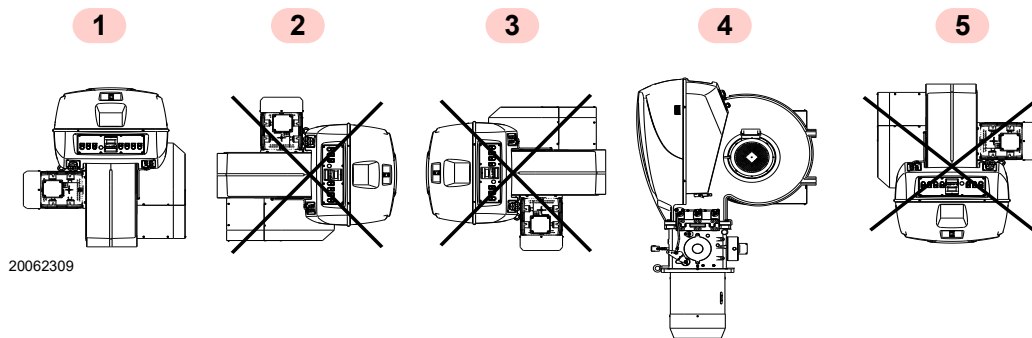

Fig. 9
- Il bruciatore è predisposto esclusivamente per il funzionamento nelle posizioni 1 e 4 (Fig. 9).